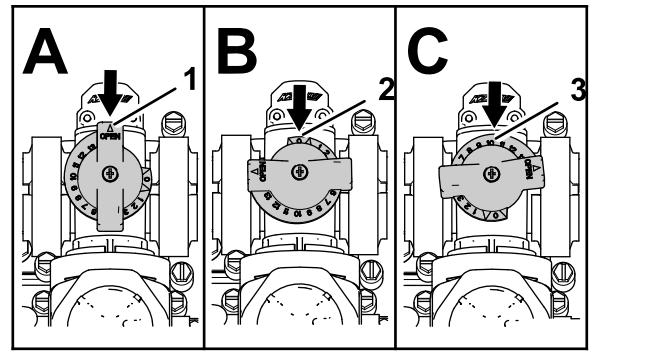

Figura 87
- La Figura 87 A muestra la válvula de desvío de la agitación en la posición de Abierto.
- La Figura 87 B muestra la válvula de desvío de la agitación en la posición de Cerrado (0).
- La válvula de desvío de la agitación está en una posición Intermedia (relativa al manómetro del sistema de fumigación) como se indica en Figura 87 C.